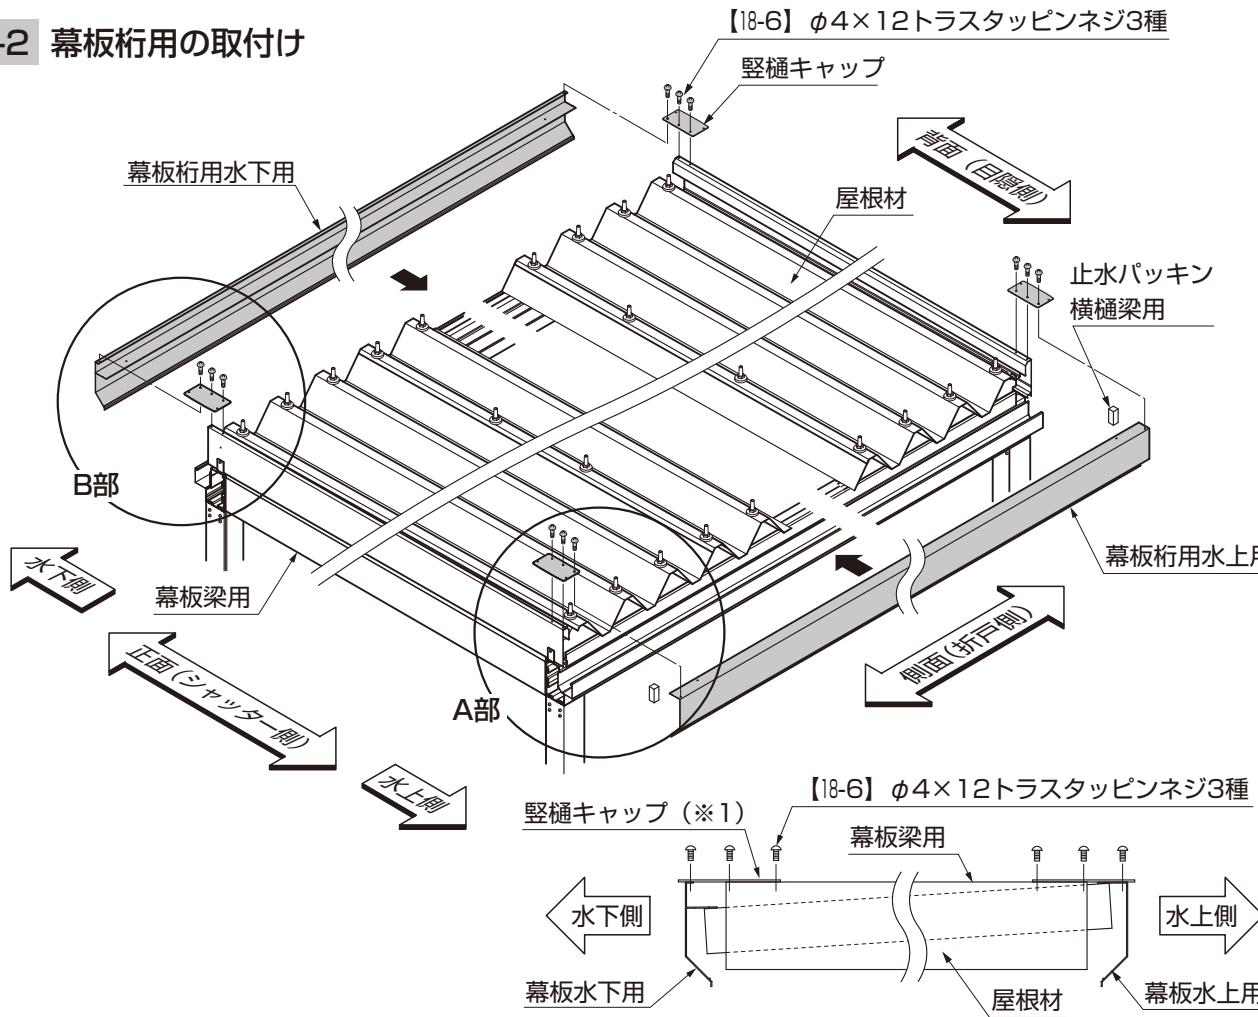

図17-1 堅樋キャップの取付け
①堅樋キャップを幕板梁用に【18-6】で取付けてください。(図17-1参照)